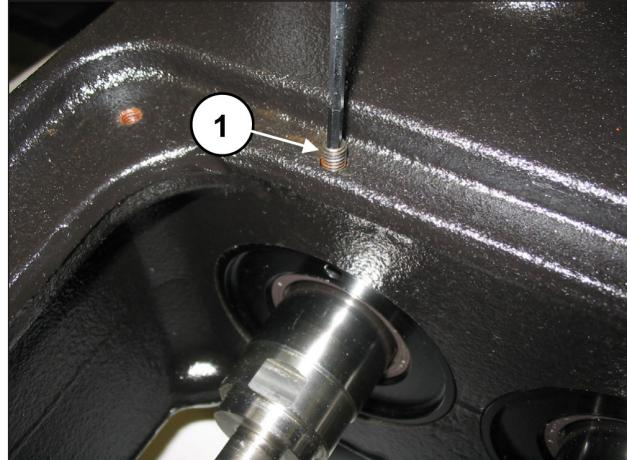

Fig. 2
Solte os grãos de bloqueio M6 das três tampas das juntas de óleo (pos. ①, Fig. 2).